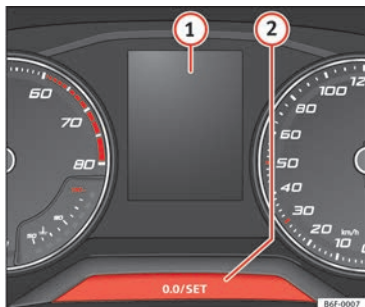

Fig. 48 Combiné d'instruments
L'indication des périodicités d'entretien s'affiche sur l'écran du combiné d'instruments » fig. 48 ①.